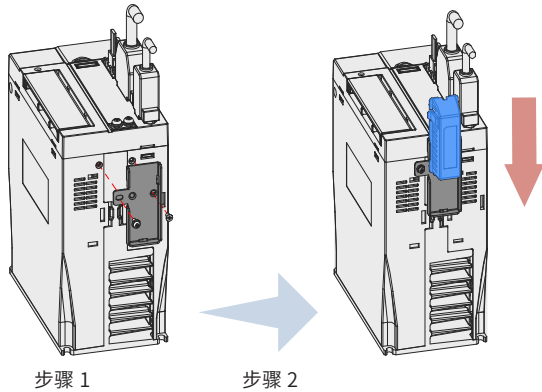

图 3-10 绝对值编码器电池盒安装示例图（sizeC/E 机型，仰视图）
- sizeC/E 机型选用一个平头螺钉一个盘头螺钉固定（图 3-10）